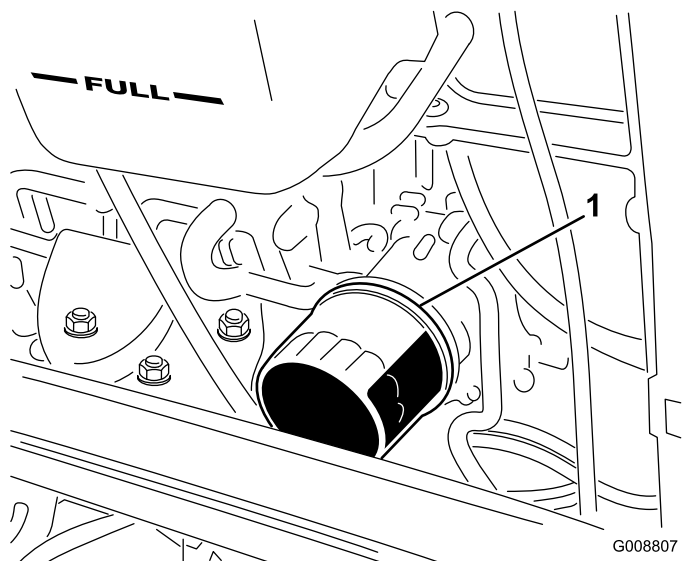

Figura 57
2. Togliete il filtro dell'olio (Figura 57). Applicare un velo di olio pulito sulla tenuta del nuovo filtro prima di avvitare. Non serrate troppo.